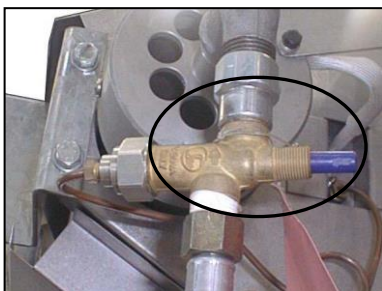

Figura 1
- premere il pulsante blu della valvola del gas montata sul diffusore (figura 1)